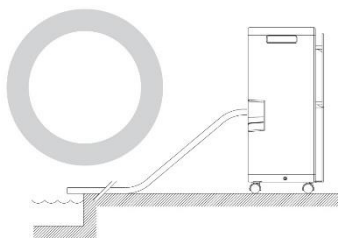

Fig. 2
3.6. Drenaggio corretto dell'acqua di condensa con collegamento al tubo flessibile! Assicurarsi che il tubo abbia sempre una leggera pendenza verso il basso (vedi Fig. 2 e Fig. 3).